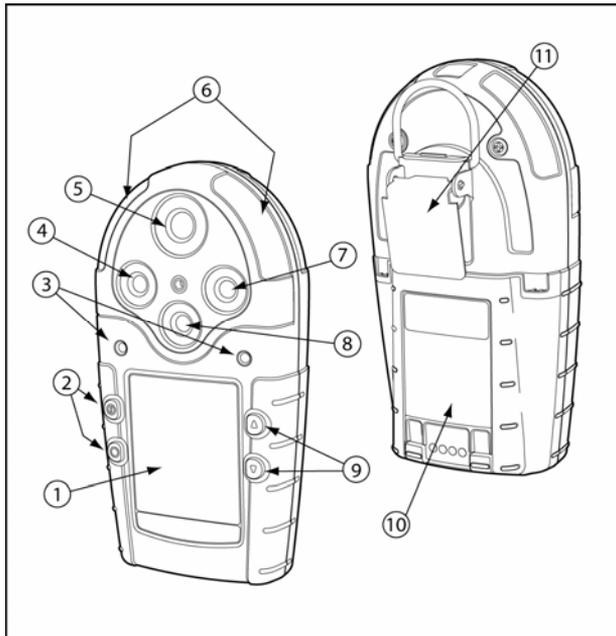

Abbildung 1. GasAlertMicro 5/PID/IR Detektor
- In Abbildung 1 und Tabelle 3 werden die Komponenten des Detektors beschrieben